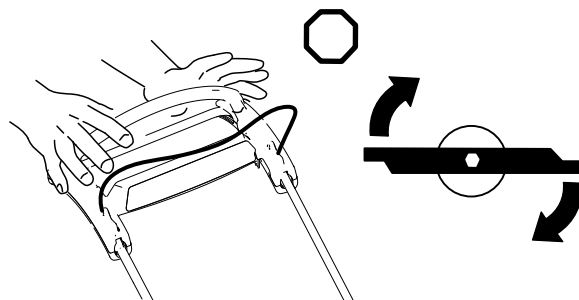

Bild 22
Lassen Sie den Schaltbügel los (Bild 22).
- Wenn die Heckauswurfklappe nicht eingesetzt ist, fassen Sie sie am Griff an, heben das Heckablenkblech an und setzen den Heckauswurfkanal ein, bis der Riegel arretiert, siehe Bild 22.